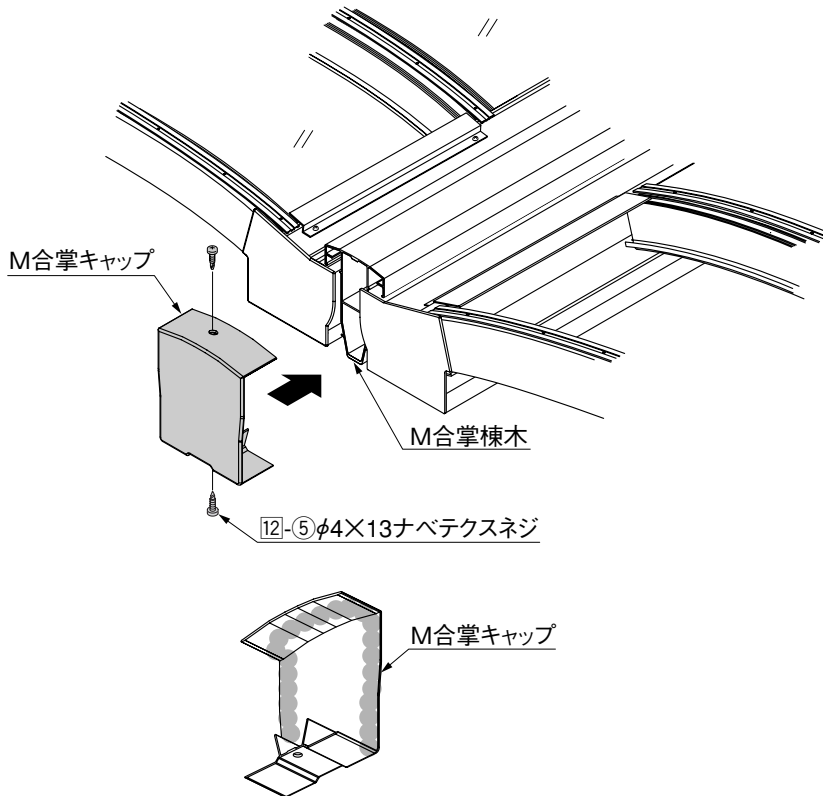

図3-1 シーリング材充てん箇所(※)
❶ 表3-1を参照して端部アーチに連棟アーチカバーを6-2で取付けてください。(図3-1, 図3-2参照)
- 1 桁キャップ取付後、M合掌キャップの内側にシーリング材を塗布して、12-⑤でM合掌棟木に取付けてください。(図3-1参照)